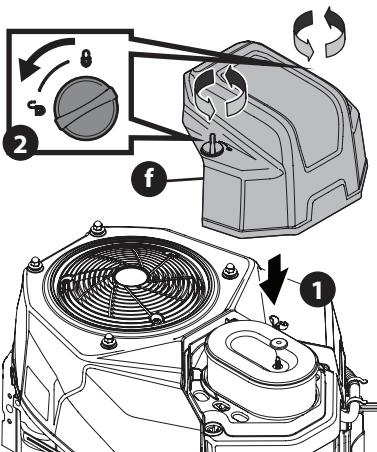

Figure 12
8. Fixez le couvercle du filtre à air (f) (Figure 12) Tournez les vis de serrage dans le sens horaire jusqu'à ce qu'elles soient bien serrées. Assurez-vous que les vis sont bien alignées.